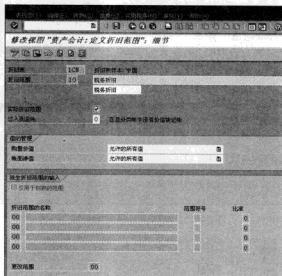

图 10-55 定义“折旧范围”细节
STEP 3 双击某个“折旧范围”, 还可以进行“折旧范围”细节修改, 如图 10-55 所示。具体操作与之前介绍的一样, 将“实际折旧范围”打上钩, 并将“过入到总账”字段选择为“0”即可。